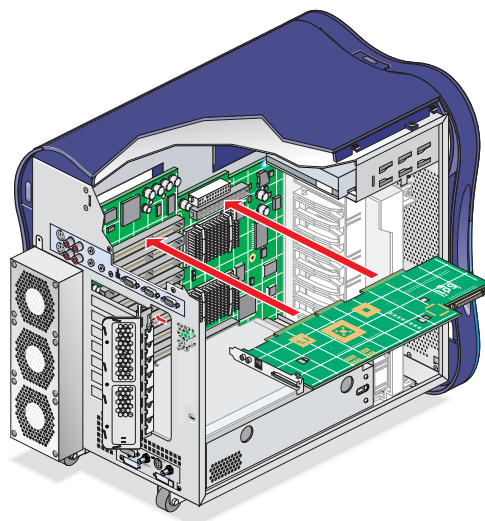

図 3-19 IO9 ボードの取付け
1. IO9 ボードをバス 1 の PCI スロット 1 に合わせてから、筐体の中に IO9 ボードを差込みます。インタフェース・ボードの PCI コネクタにボードをまっすぐ押し装着します (図 3-19 を参照)。